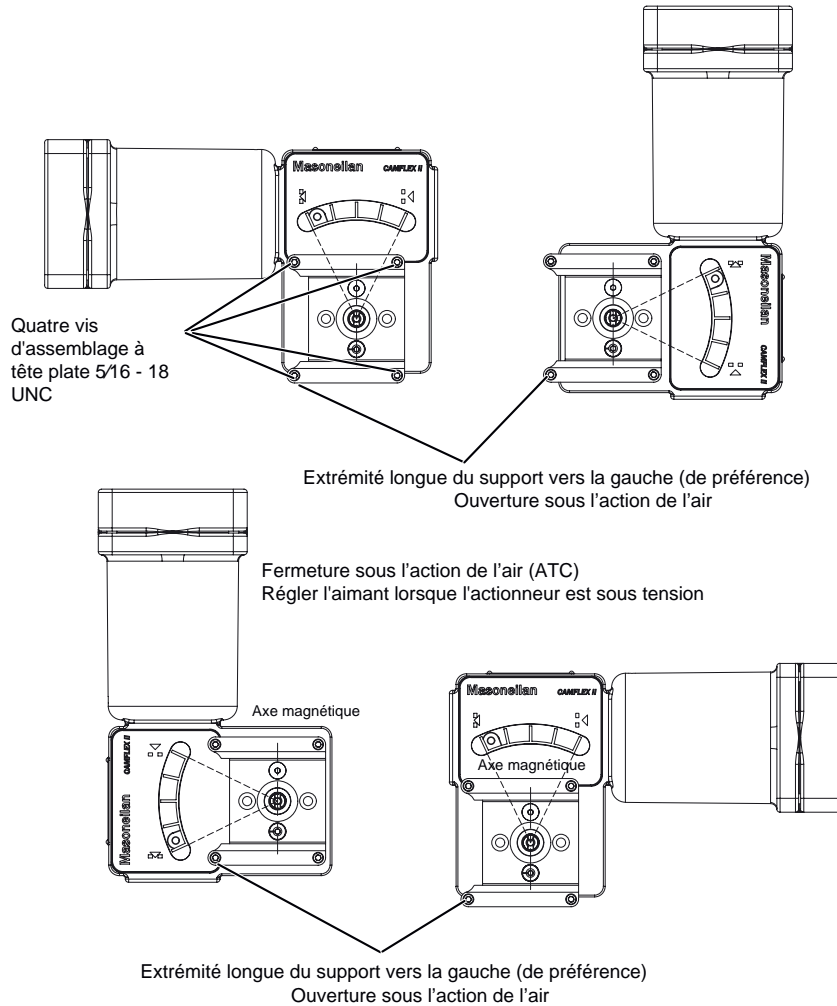

Figure 8 - Vanne de contrôle rotative Camflex II - Montage ATO et ATC
1. Montez le support de montage rotatif du SVI3 sur l'actionneur de la vanne à l'aide de deux vis d'assemblage à tête plate 5/16 - 18 UNC et serrez à l'aide d'une clé hexagonale 3/16" comme illustré dans la Figure 8.
5. Faites tourner le porte-aimant de sorte que l'axe magnétique soit vertical lorsque la vanne est en position fermée (voir la figure 8). Le tableau 2 présente les consignes générales pour l'alignement du capteur de déplacement. Examinez le tableau avant d'installer le SVI3 sur un actionneur de vanne rotative pour un alignement correct de l'aimant.